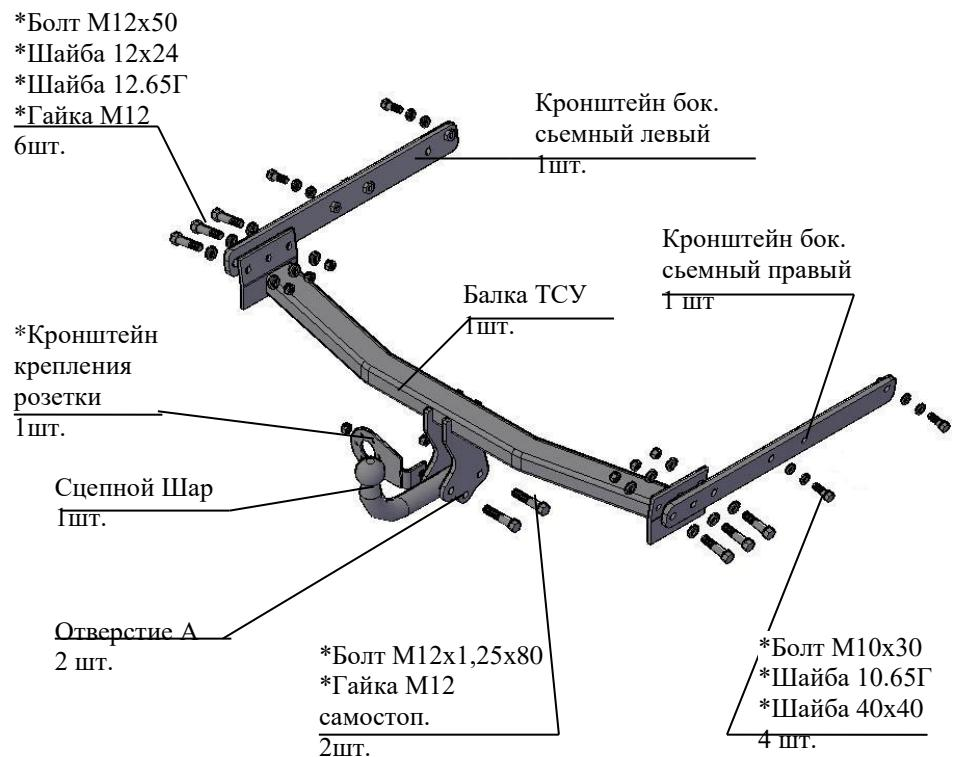

Рис.1 Тягово-сцепное устройство 6041
2.1 ТСУ 6041 в сборе (рис.1)	1 шт.
2.2 Пакет с комплектующими (см. рис.1)	1 шт.
- 4.3 Установить кронштейны боковые съемные левый и правый внутрь лонжеронов а/м и закрепить их болтами M10x30 (в соответствии с рис.1). Крепеж не затягивать. Шайбы 10.65Г и шайбы 10x21 поставить под головки болтов.
4.4 Установить балку ТСУ между боковыми кронштейнами и закрепить болтами M12x50 (в соответствии с рис.1). Шайбы 12x24 поставить под головки болтов.
Закрепить сцепной шар и кронштейн крепления розетки к кронштейнам шара болтами M12x80 (в соответствии с рис.1)